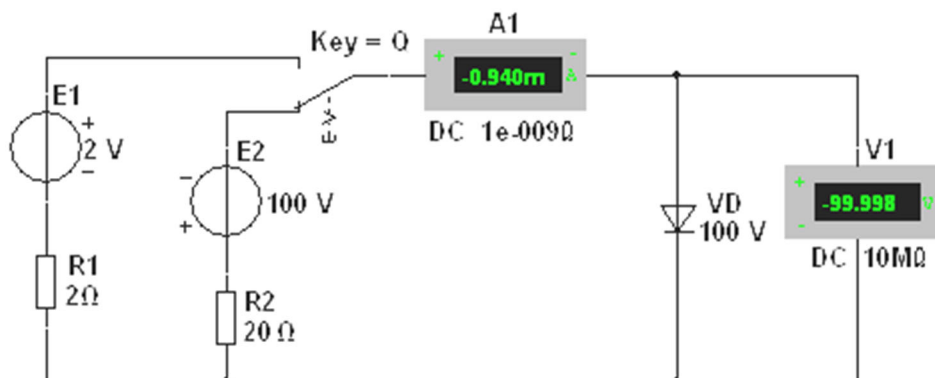
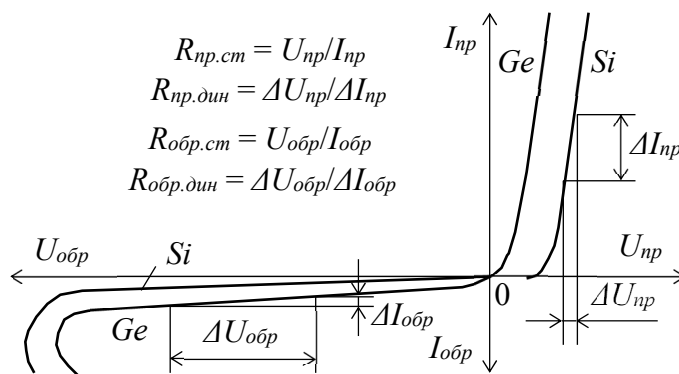
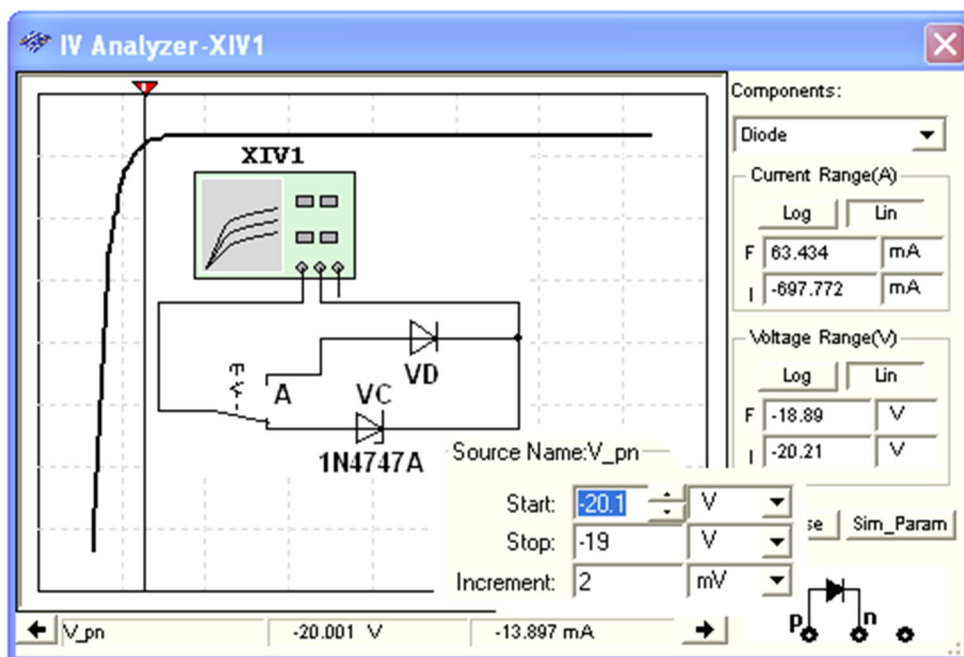
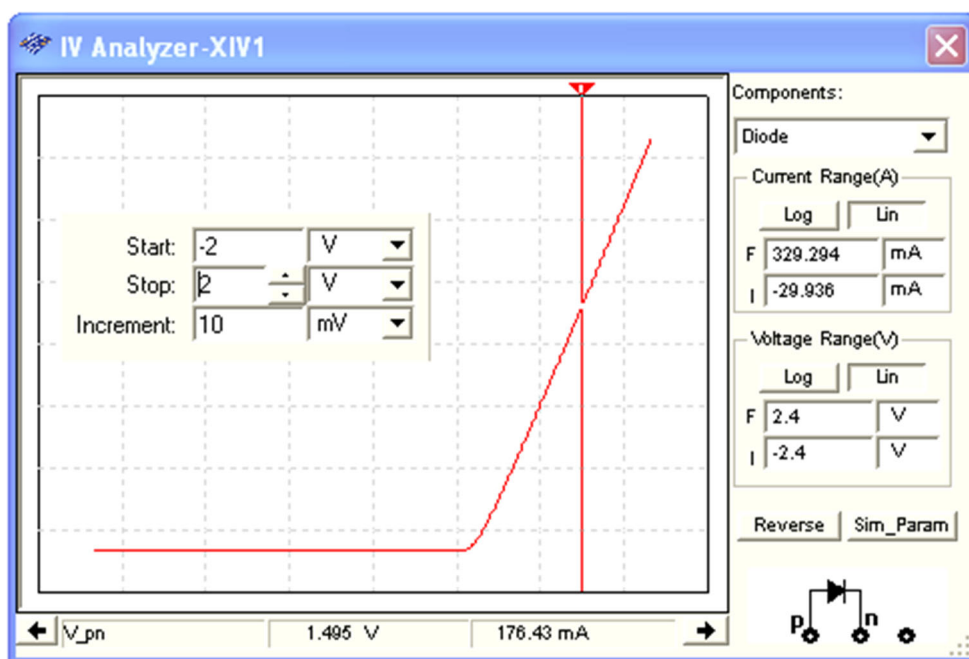

Рис. 21.1
Рис. 21.2
Рис. 21.7
Рис. 21.10
Функционирование диода в электрической схеме определяется его вольтамперной характеристикой (ВАХ). Прямую ветвь ВАХ  $I_{np}(U_{np})$  снимают с помощью схемы (рис. 21.1) при верхнем положении переключателя **Q**. Прямой ток через диод **VD** задаётся источником постоянного напряжения **E1**.
Ступенчато изменяя ЭДС  $E_1$  источника **E1**, измеряют (с помощью амперметра **A1**) прямой ток  $I_{np} \leq I_{np.max}$  и (с помощью вольтметра **V1**) прямое напряжение  $U_{np}$  диода для ряда значений ЭДС. Обратную ветвь ВАХ  $I_{обр}(U_{обр})$  снимают с помощью той же схемы (рис. 21.1), установив переключатель **Q** в нижнее положение. Ступенчато изменяя выходное напряжение источника напряжения **E2** от 0 до  $U_{обр.max}$ , измеряют обратный ток  $I_{обр}$  диода для ряда значений обратного напряжения  $U_{обр}$ . Анализ типовых ВАХ диодов (рис. 21.2) показывает, что прямое напряжение  $U_{np}$  на германиевом диоде почти в два раза меньше, чем на кремниевом, при одинаковых значениях прямого тока  $I_{np}$ , а обратный ток  $I_{обр}$  кремниевого диода значительно меньше обратного тока германиевого диода при одинаковых обратных напряжениях. К тому же, германиевый диод начинает проводить ток при ничтожно малом прямом напряжении  $U_{np}$ , а кремниевый – только при  $U_{np} = 0,4...0,5$  В. Исходя из этих свойств, германиевые диоды применяют как в схемах выпрямления
В библиотеке **Instruments** среды MS10 имеется построитель ВАХ диодов и транзисторов (**IV ANALYZER**). Подключив с помощью переключателя **A** соответствующие выводы диода **VD** или стабилитрона **VC** к входам прибора **XIV1** (рис. 21.7) и задав предельные значения входного напряжения в закладке, открываемой командой **Sim. Param** (Simulate Parameters), нужно запустить программу моделирования ВАХ, щелкнув мышью на кнопке  среды MS10.
В качестве примера на рис. 21.7 представлен рабочий участок ВАХ стабилитрона
Координаты точки пересечения ВАХ стабилитрона визирной линией выводятся в нижней строке окна прибора XIV1 (см. рис. 21.7): напряжение на стабилитроне  $U_{ст} = -20$  В и ток  $I_{ст} \approx -14$  мА.
**Задание 1.** Изучить "Теоретические сведения ..." и рассчитать по формулам (см. табл. 21.1) значения параметров компонентов схемы (рис. 21.1) для их последующей установки при моделировании схемы. Запустить программу MS10. Занести в поля табл. 21.1 бланка отчёта рассчитанные значения параметров компонентов схемы (рис. 21.1). Собрать схему (рис. 21.1) испытания виртуального диода VD на рабочем поле среды MS10 или открыть файл 21.1.ms10.
Для моделирования обратной и прямой ветвей ВАХ диода с помощью характеристикиста XIV1 (см. рис. 21.7) рекомендуется установить пределы напряжения [ $U_{обр\ max}$ , 2 В]. Окно с результатами моделирования ВАХ виртуального диода VD приведено на рис. 21.9. Перемещая визирную линию в окне, замечаем, что пробой диода происходит при  $U_{обр\ max} \approx -100$  В. При моделировании только прямой ветви ВАХ диода целесообразно задать пределы напряжения [-2 В, 2 В] (рис. 21.10). Записав значения координат точек пересечения визирной линии с прямой ветвью
ВАХ (см. нижнюю строку на рис. 21.10), **определить** статическое  $R_{np\ ст}$  и динамическое  $R_{np\ дин}$  сопротивления диода, воспользовавшись формулами (см. рис. 21.2).